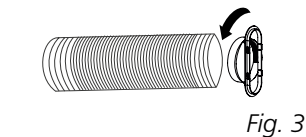

Fig. 3
- 2 Estendere l'altro lato del tubo flessibile e avvitarlo all'uscita del tubo flessibile (Fig. 3).